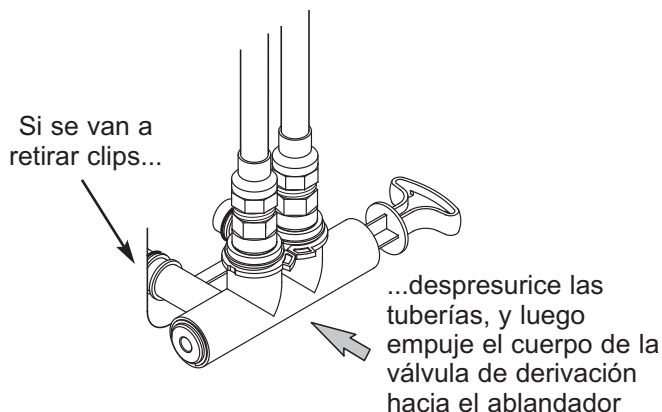

FIG. 15
- Revise si hay fugas alrededor de los clips en la entrada y salida del ablandador. Si hay una fuga en un clip, despresurice las tuberías (apague el suministro de agua y abra los grifos) antes de retirar el clip. Al retirar clips en la entrada o salida del ablandador, empuje la válvula de derivación simple hacia el ablandador (vea la Fig. 15). Los clips podrían dañarse si no se retiran correctamente. No vuelva a instalar los clips que se hayan dañado.